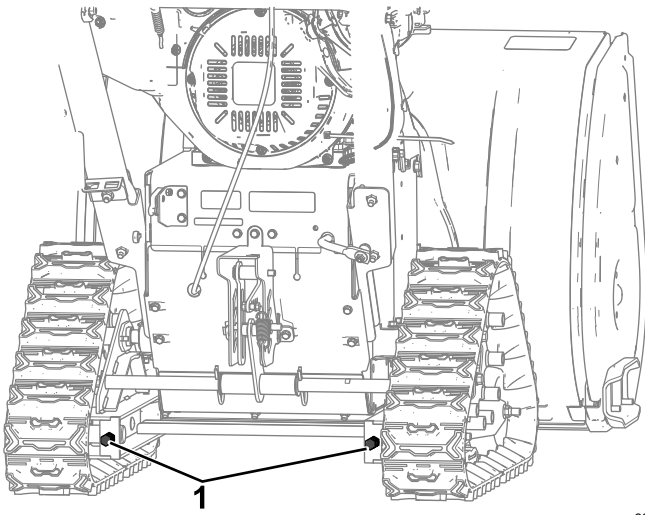

Figura 27
- B. Ajuste el perno de cabeza hexagonal según sea necesario (Figura 27).